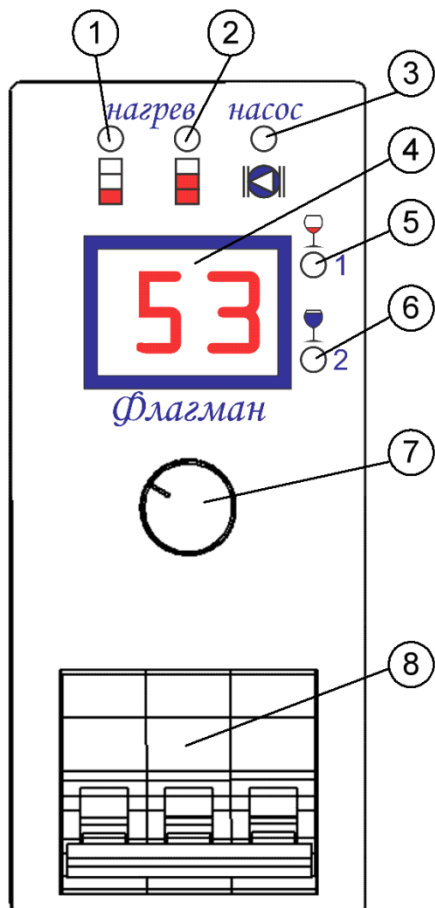

Рис. 3
Основные элементы панели управления, изображенные на Рис. 3 :
2. Нет нагрева теплоносителя, на панели управления Рис. 3 горит индикатор - (5) и моргает индикатор - (6).	Уровень теплоносителя в котле ниже нормы, долейте теплоноситель в систему отопления.
3. Температура на цифровом индикаторе - (4) Рис. 3 - 90 гр. С и выше, при этом сам индикатор моргает.	Проверьте подключение и работоспособность циркуляционного насоса, восстановите работоспособность или замените насос.